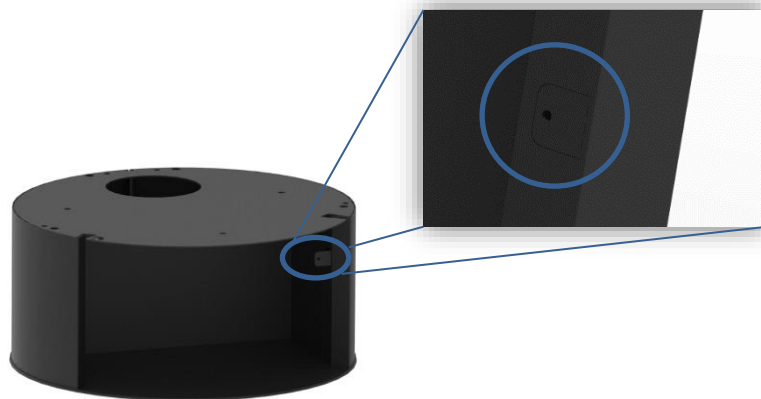

Figura 10 - Preparación de la base/ leñero del equipo, para colocar la puerta
- 1- Usando una llave, doble cuidadosamente la lengüeta del lado derecho de la base de modo que quede perpendicular al lado, como se muestra en la Figura 10.